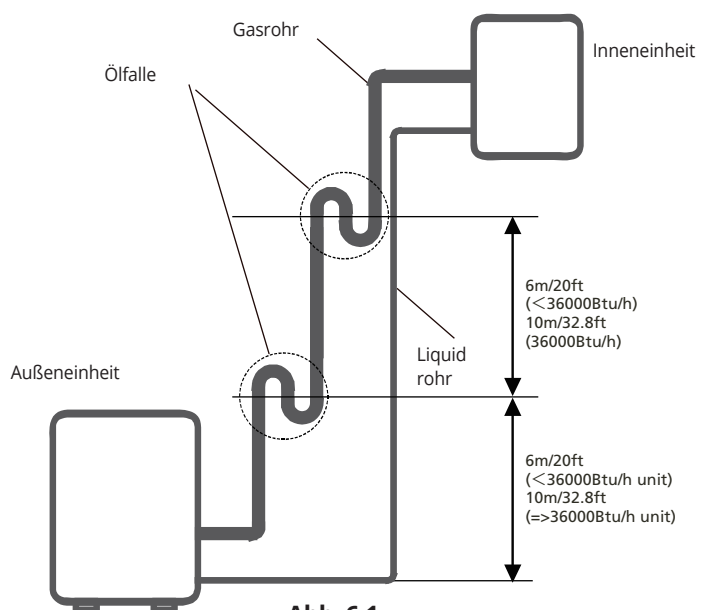

Abb. 6.1
- Wenn das Öl zu der externen Kompressoreinheit zurückfließt, kann es bei der Ölrückführung zu einer Kompression der Flüssigkeit oder Beschädigung kommen. Ölfallen in erhöhten Gasleitungen können dies verhindern. Alle 6m (20ft) oder 10m (32.8ft) des vertikalen Saugrohrs muss eine Ölfalle installiert werden. (siehe Abb. 6.1)